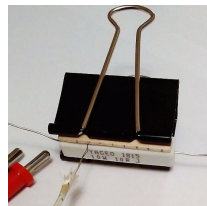

Рис. 7
- зажмите получившуюся сборку канцелярским зажимом по всей длине, расположив её параллельно краю зажима (рис. 7);